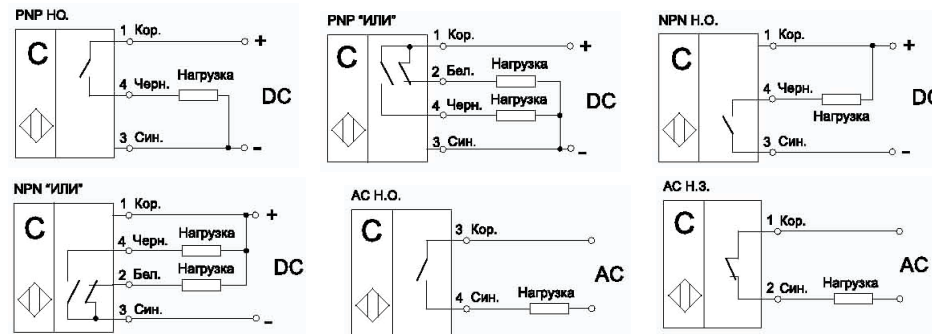

Рисунок 2 - Схемы подключения (цифрами обозначены номера контактов клемника)
3.3 Схемы подключения показаны на Рис.2. Схемы подключения приведены в маркировке выключателя.